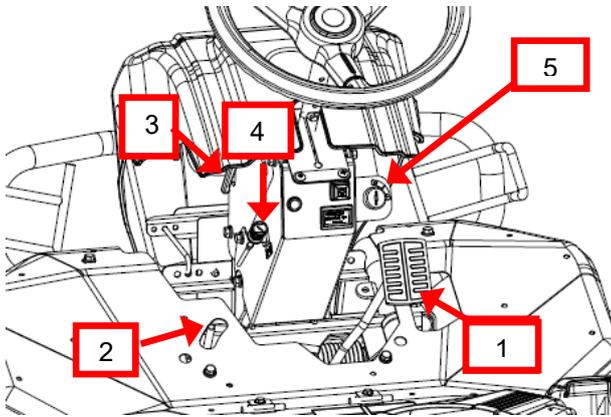

Figure 6a (modèle RM882 & RM952)
La pédale de frein est utilisée en cas d'urgence ou lorsque le frein de stationnement est verrouillé (1, Fig. 6a & 6b). Lorsque la pédale de frein est enfoncée, le levier de vitesse de déplacement est déplacé automatiquement à la position neutre « N ».
Pour verrouiller le frein de stationnement, appuyez sur la pédale de frein (1, Fig. 6a & 6b), puis tourner le levier de verrouillage (2) vers la droite. Appuyez à nouveau et relâchez la pédale pour déverrouiller le frein de stationnement.
Lorsque le levier de la poignée d'angle (3, Fig. 6a & 6b) est desserré, vous pouvez régler l'inclinaison du volant. Une fois que l'angle est sélectionné, serrez fermement le levier d'inclinaison jusqu'à ce qu'il soit fixé.
Tirez le levier de démarrage à froid (4, Fig. 6a & 6b) pour démarrer le moteur froid, et libérez-le graduellement lorsque le moteur chauffe.
La clé de contact (5, Fig 6a & 6b) est utilisée pour démarrer et arrêter le moteur.